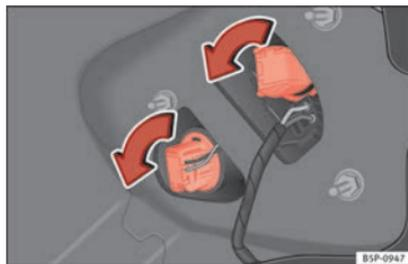

Fig. 190 Luci sulla carrozzeria.
- Girare il portalampade in senso antiorario » **fig. 190**.